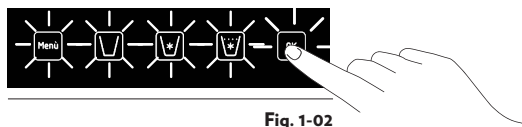

Fig. 1-02
28.7 – Assicurarsi che il rubinetto sia orientato verso l'interno del lavabo e che lo scarico sia connesso, quindi premere il tasto OK sull'apparecchio, si udiranno 2 beep consecutivi, vedi Fig. 1-02.